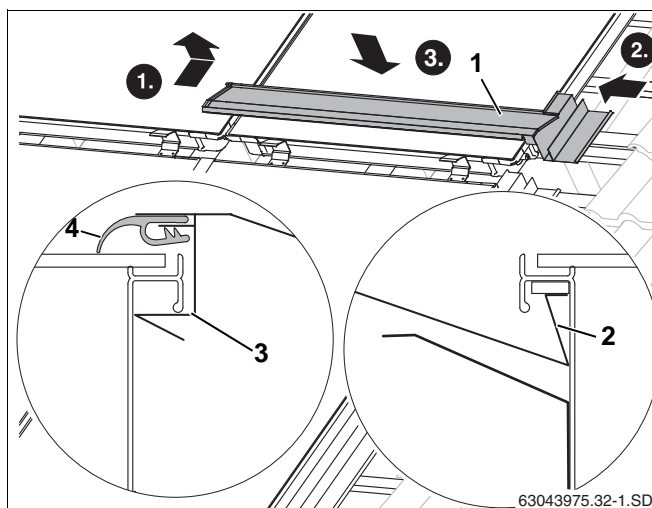

Fig. 51 Indsætning af første midterdækplade
- ▶ Læg dækpladens ombukning (fig. 51, **pos. 2**) ind i solfangerrammens gribefordybning.
- ▶ Sæt dækpladen (fig. 51, **pos. 1**) hen til solfangeren og ind i dækpladen på siden til højre.
- ▶ Ved at trykke foroven på dækpladen går pladen i indgreb under solfangerrammens gribehåndtag (fig. 51, **pos. 3**).
- ▶ Læg gummilæben (fig. 51, **pos. 4**) foroven på solfangeren, og træk den frem.